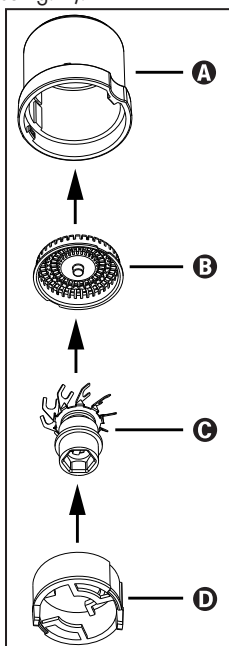

Fig. 1
- 5) Para el montaje, introduzca la cubierta del cabezal de corte **B** en la carcasa del cabezal de rasurado **A** de manera que las muescas del borde de la cubierta del cabezal de corte **B** pasen por los enclavamientos del interior de la carcasa del cabezal de rasurado **A** (véase fig. 1).
- 7) Deslice la pieza intermedia **D** hacia la carcasa del cabezal de rasurado **A**. Los distanciadores de la pieza intermedia **D** que sobresalen deben apuntar hacia usted (véase la fig. 1). Preste atención a que las muescas del borde de la pieza intermedia **D** pasen por los enclavamientos del interior de la carcasa del cabezal de rasurado **A**.